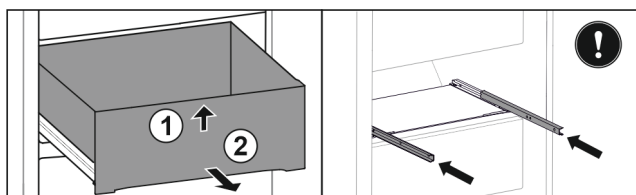

Fig. 134
- ▶ Unieść szufladę z przodu. Fig. 134 (1)
- ▶ Wyjąć szufladę do przodu. Fig. 134 (2)